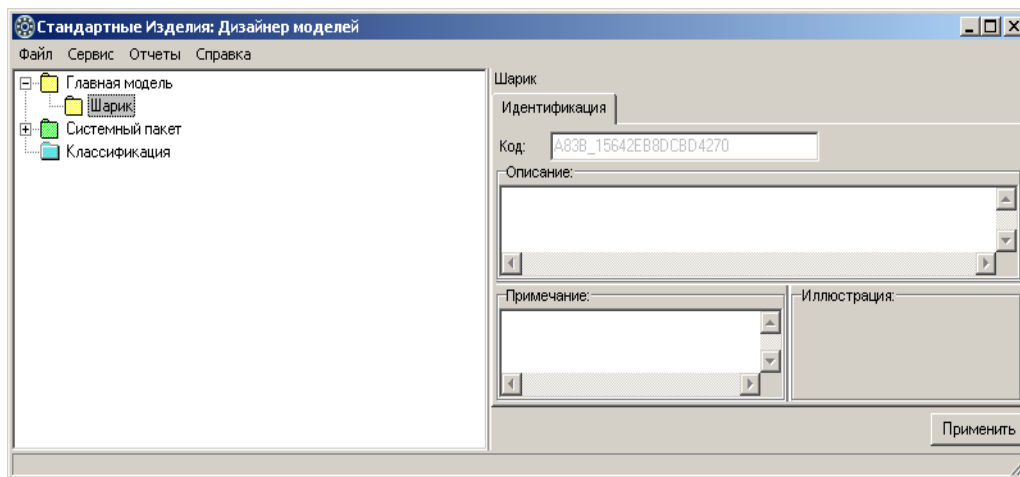

Рис. 3.4.
2. Введите название пакета – *Шарик*, после чего нажмите клавишу `<Enter>`. Пакет *Шарик* будет добавлен в список пакетов главной модели, станет доступна кнопка **Применить** (рис. 3.4).